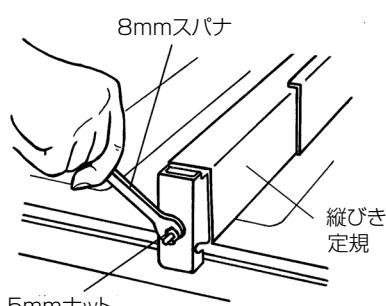

図 33
① 固定ハンドルを締付けます。
② ロックレバーを下に倒します。
③ ロックプレートがリアブラケットから離れるまで、5 mm ナットを持ちの 8 mm スパナで左にまわします。(図 33 参照)